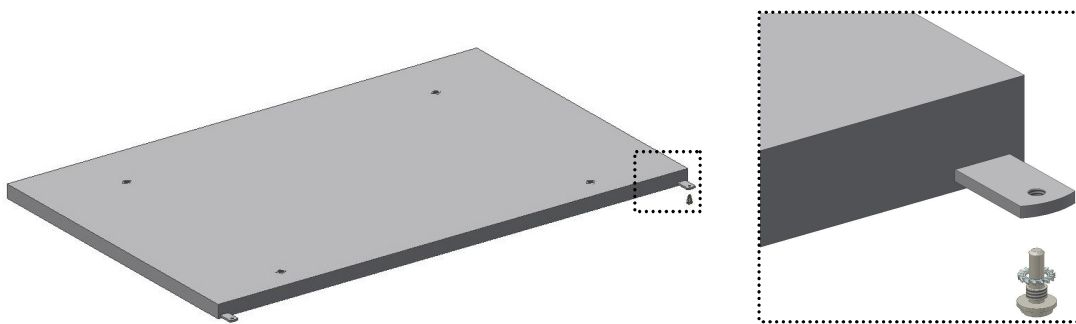

Abb.1
- Bringen Sie die zwei unteren Bolzen mit Fächerscheibe an den Türenbefestigungsecken an (Abb.1);